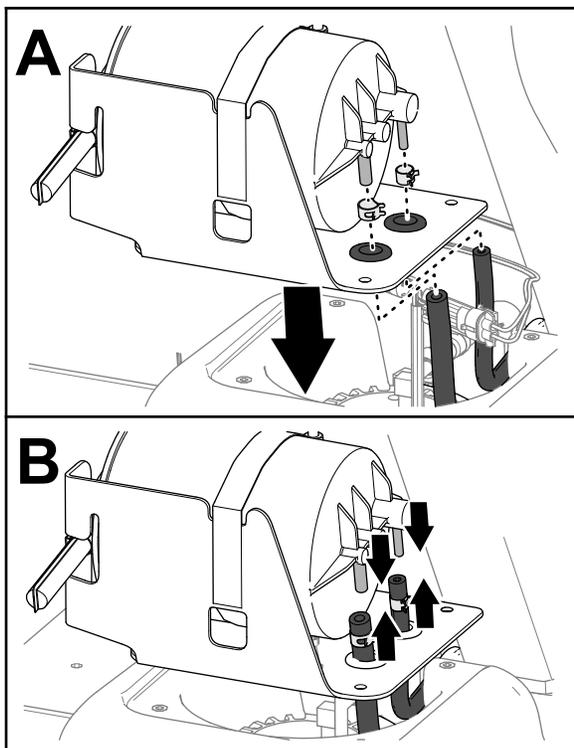

Figura 85
1. Alinhe os tubos do depósito de combustível através dos anéis isolantes do suporte do recipiente de carbono (**Figura 85**).
2. Monte as braçadeiras de tubos nos tubos (**Figura 85**).
3. Monte os tubos nos encaixes do recipiente de carbono (**Figura 85**).